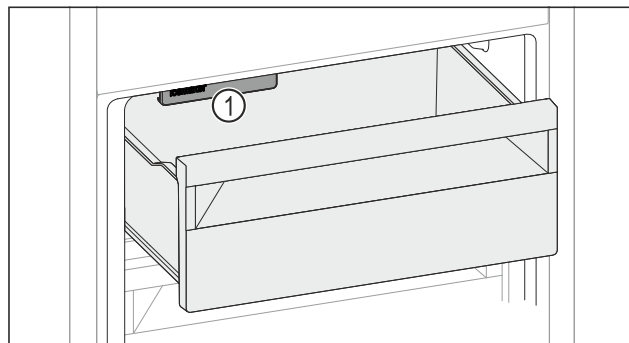

Fig. 255
- Vložte potraviny do zásuvky. Když vložíte potraviny na levou stranu zásuvky: ► Dávejte pozor na IceMaker Fig. 255 (1).